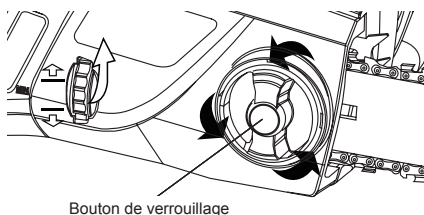

Fig. 20
2. Faites tourner le bouton de verrouillage du réglage du guide-chaîne contre le sens des aiguilles d'une montre (Fig. 20) pour enlever le couvercle du boîtier de la scie.